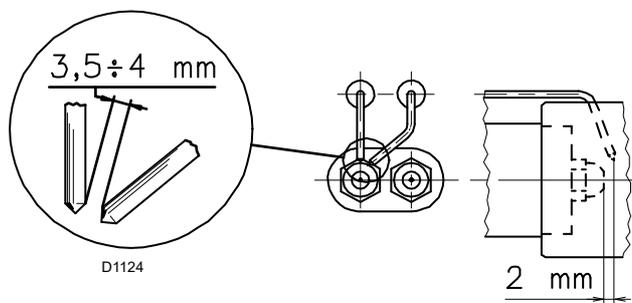

Fig. 14
Contrôler que les électrodes soient positionnées comme sur la Fig. 14, selon les dimensions indiquées.
- Le gicleur pour la 1re allure de fonctionnement est celui situé sous les électrodes d'allumage, Fig. 14 à la page 18.